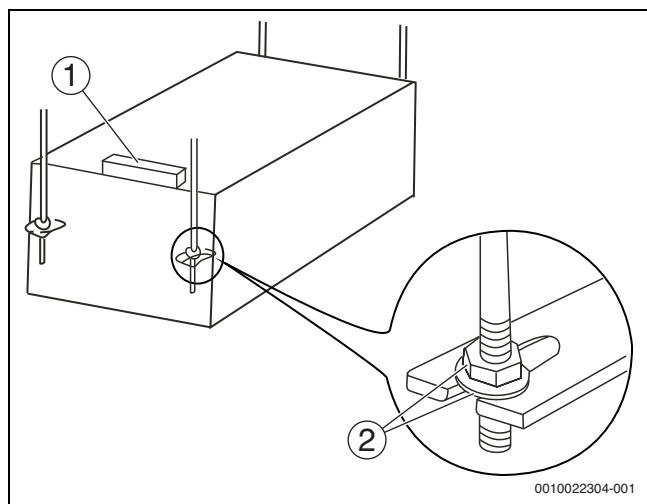

Fig. 14
4. Utiliser un niveau à bulle pour vérifier que le corps de l'unité est bien aligné (→ figure 14).
1. Vérifier que les raccordements sont étanches (→ figure 14, [2]).